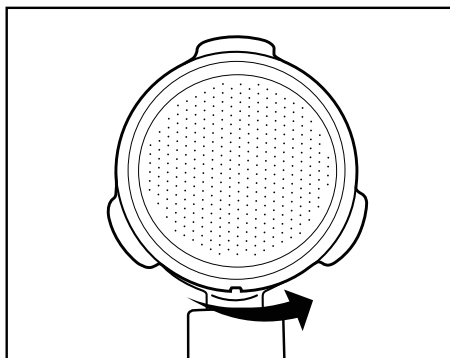

Bild 3
- Vrid lite på den stora **19** eller lilla filterinsatsen **20** så att den inte kan falla ut (Bild 3).